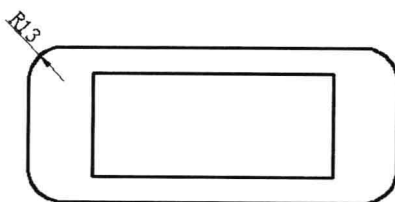

图 11-1-9
(9) 单击“修剪”按钮,修剪多余的线段。单击“圆角”按钮,创建圆角如图11-1-9所示。